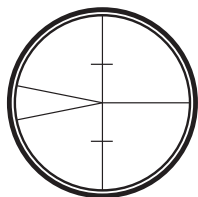

Fig. 3
1. **Fokusera hårkorsen** (Fig. 3) genom att rikta teleskopet mot en ljus bakgrund eller hålla ett vitt pappersark framför objektivlinsen och sedan vrida okularet tills hårkorset är skarpt och svart.